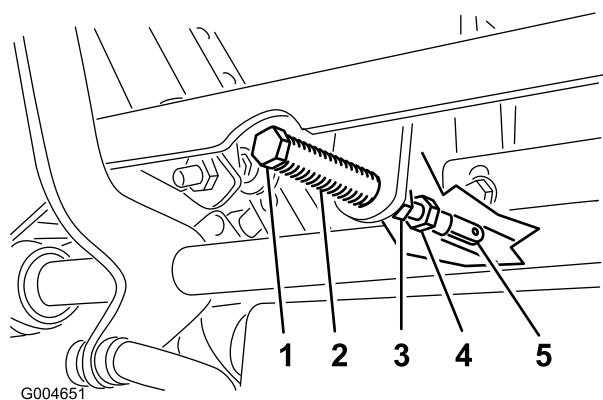

Figura 59
5. Puxe a alavanca para trás até que o passador de forquilha (no braço por cima do eixo da articulação) contacte a extremidade da ranhura (até começar a fazer pressão na mola) (Figura 59).
7. Se for necessário ajuste, solte a porca e a porca de segurança encostada à forquilha (Figura 59).
8. Aplique uma ligeira pressão para trás na alavanca de controlo de movimento, rode a cabeça do parafuso de ajuste na direcção adequada até que a alavanca de controlo fique centrada na posição de bloqueada em ponto-morto (Figura 59).
9. Apertar a porca e a porca de bloqueio (Figura 59).
10. Aperte as porcas de seguranças nas juntas de esfera (Figura 59).